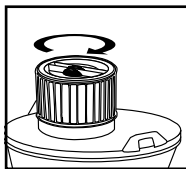

FIGURA 6
13. Sostenga la tapa del depósito con una mano, gire la manija del retenedor del filtro en el sentido de las agujas del reloj para ajustarlo, asegurando el filtro en su lugar. **FIGURA 6.**